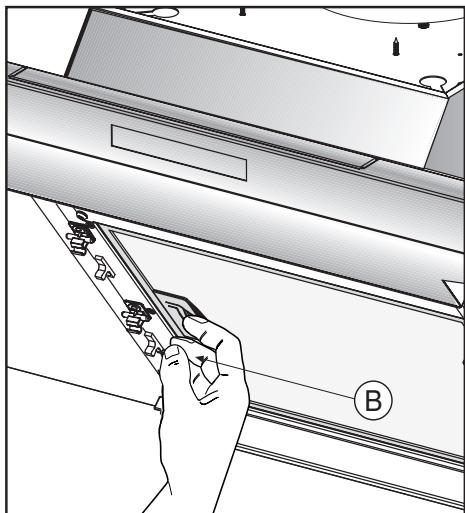

Fig.6
• Prima di procedere con le operazioni di montaggio, per una più facile manovrabilità dell'apparecchio disinserire il filtro antigrasso **B** (Fig.6).
Tirare la maniglia **B** come indicato in fig. 6.
Tirare la maniglia **B** come indicato in fig.6.
- Tirare la maniglia **B** come indicato in fig.6.